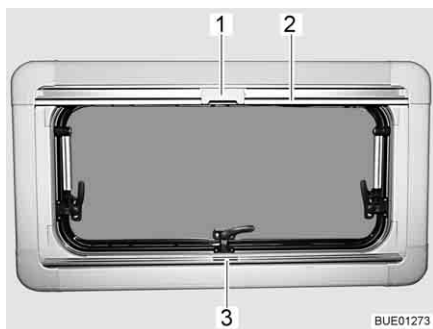

Fig. 40 Finestra apribile
- Afferrare la tendina oscurante pieghevole per la parte centrale della barra di presa (Fig. 40,3), tirarla dal basso verso l'alto e rilasciarla nella posizione desiderata. La tendina oscurante pieghevole rimane in questa posizione.
- Tirare la zanzariera a rullo accompagnandola con la barra di presa (Fig. 40,2) verso il basso, fino a quando la barra di presa non arriva a contatto con la tendina oscurante pieghevole (Fig. 40,3).
- Bloccare l'aggancio (Fig. 40,1) della zanzariera a rullo nella barra di presa della tendina oscurante pieghevole.
- Premere in alto all'indietro l'aggancio (Fig. 40,1) sulla zanzariera a rullo.
- Ricondurre lentamente la zanzariera a rullo accompagnandola con la barra di presa (Fig. 40,2).